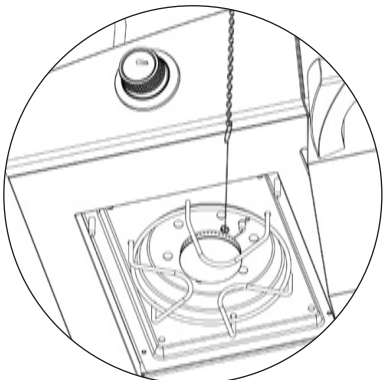

Figura 8
- 8. En caso de que el encendedor no encienda el quemador, use una cerilla encendida colocada en la vara de encendido que se acompaña para encender los quemadores manualmente. Acerque la llama de la cerilla al lado del quemador (vea Figura 8).